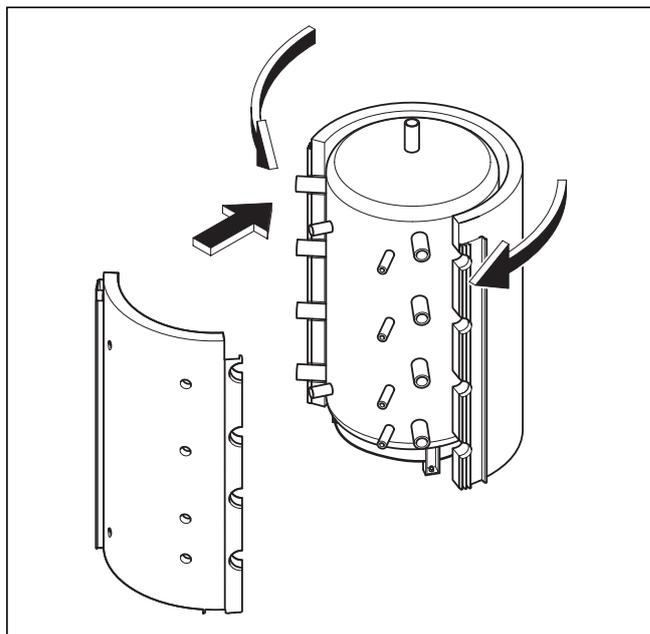

Fig. 4.8 Applicare le guaine isolanti
- Avvolgere la guaina isolante grande (anteriore) partendo dal lato anteriore e procedendo attorno alla superficie esterna del serbatoio ad accumulo, secondo la fig. 4.8.